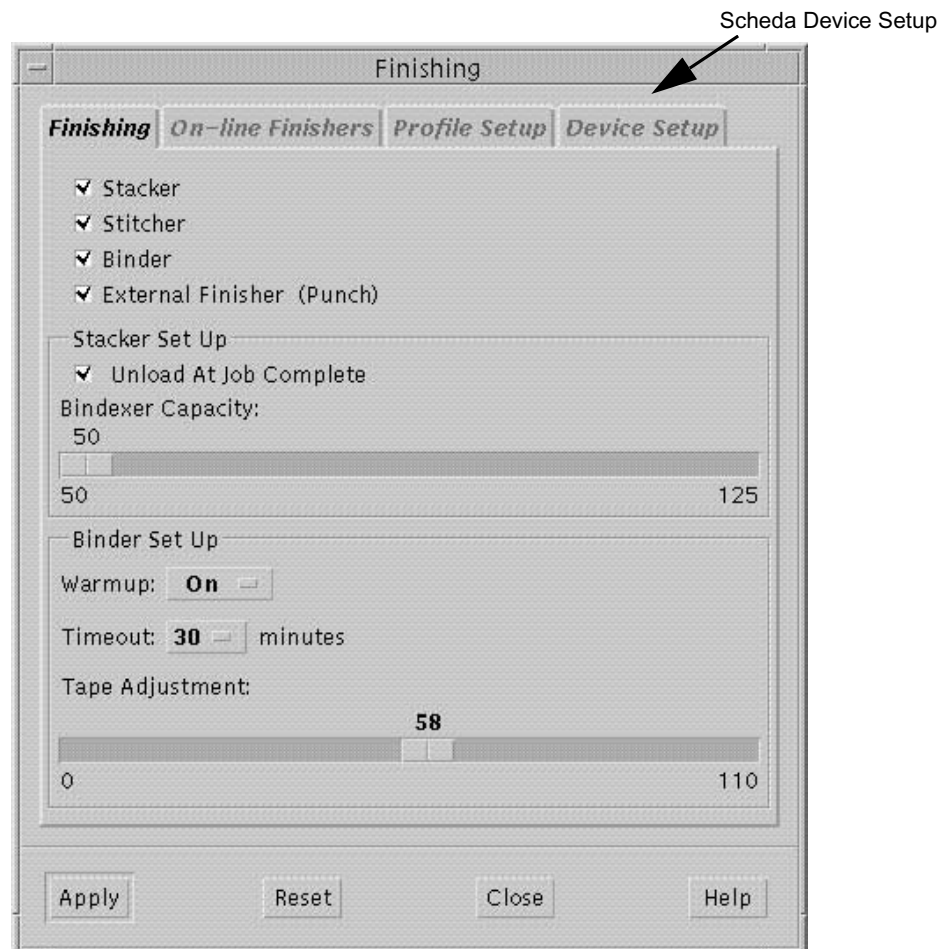

Figura 1-6: La scheda Device Setup nella finestra Finishing
Apparirà la finestra Finishing (Finitura) come illustrato nella Figura 1-6.
- 3 Fare clic sulla scheda **Device Setup** (Configurazione dispositivo), come illustrato nella Figura 1-6.